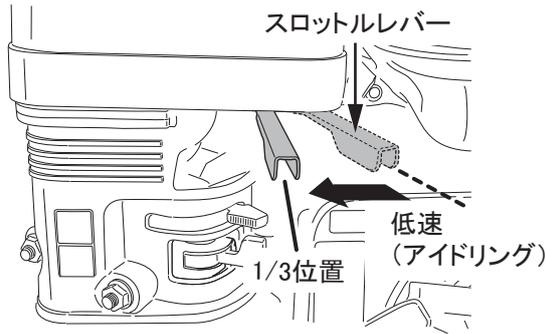

図 13
3. スロットルレバーを高速(全開)側へ約1/3の位置に動かします。(図13)